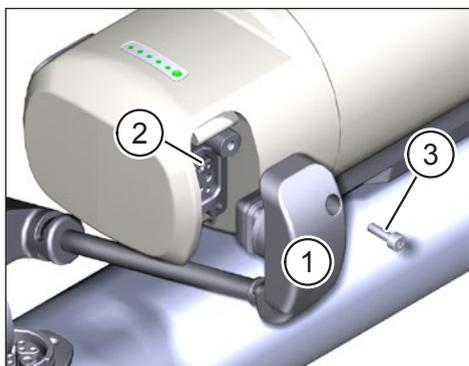

Fig. 7: Fije el cable de conexión al Range Extender
- ▶ Conecte el enchufe (Pos. 1 en Fig. 7) del cable de conexión a la toma sociente (Pos. 2 en Fig. 7) en el Range Extender.
- ▶ Fije el conector al Range Extender con el tornillo de cabeza hueca M3 × 8 (Pos. 3 en Fig. 7) incluido en el volumen de suministro del cable, con un par de apriete de 1 Nm.